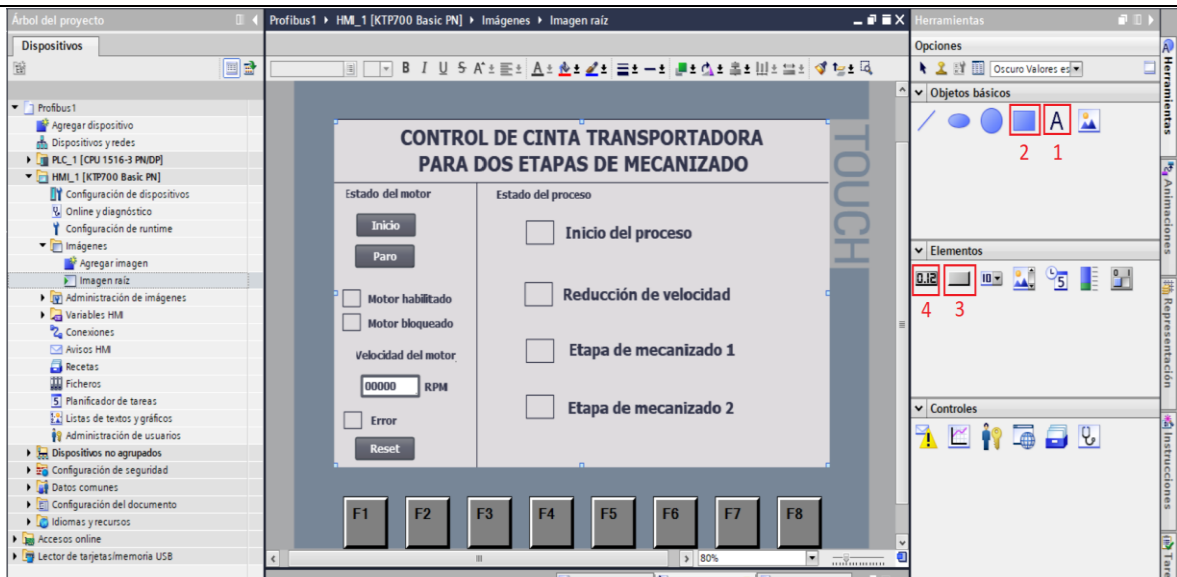

Figura 29. Configuración Imagen raíz.
- A continuación, se muestra la interfaz final de la pantalla, y la disposición de (1) **Textos**, (2) **Rectángulo**, (3) **Botón**, (4) **Campos E/S** (Ver Figura 29).